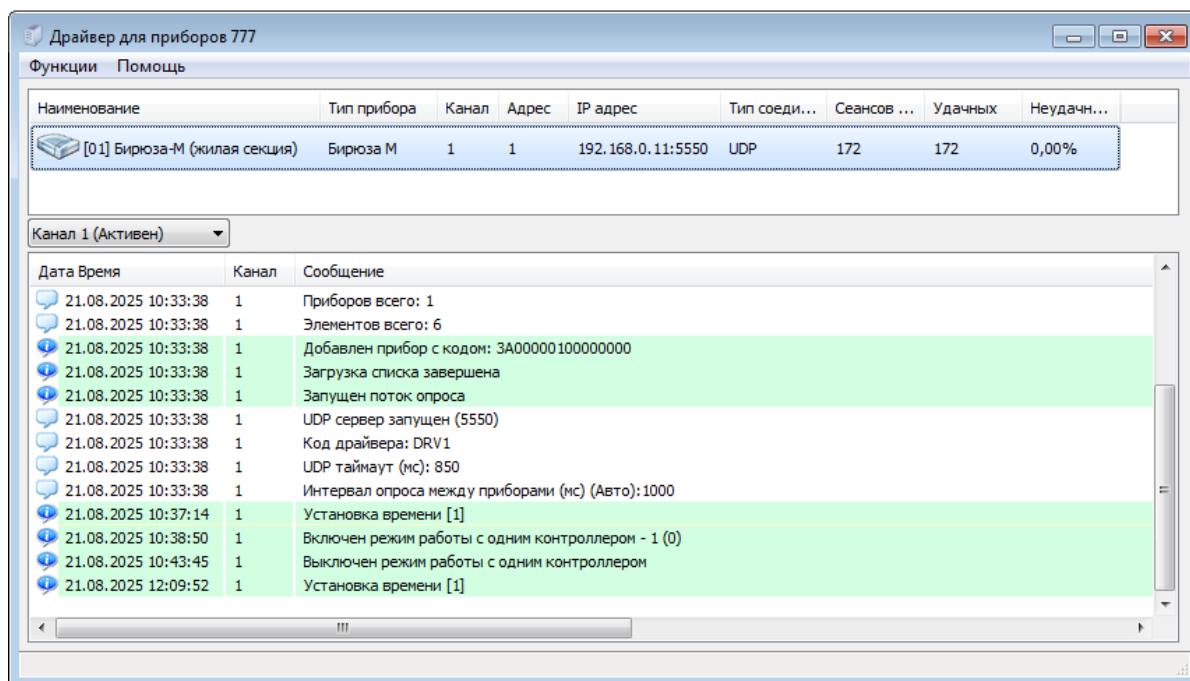

Рисунок 106. Скриншот программы «Driver 777» с установленной связью с прибором
- 7) Запустить программный модуль «Сервер связи» («Socket Connection Server») и в модуле «Драйвер связи» («Driver 777») убедиться в наличии связи с прибором (рисунок 106).